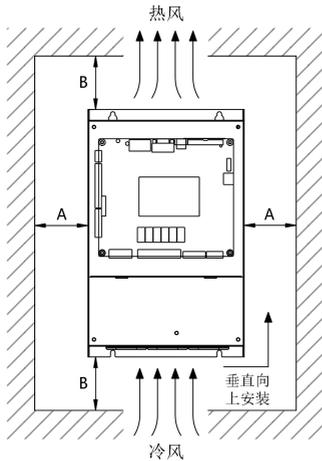

图 3-3 安装空间示意图
- (2) Smile3000 系列一体化控制器按功率等级不同，周围安装空间预留要求不同，具体如图 3-3 所示。